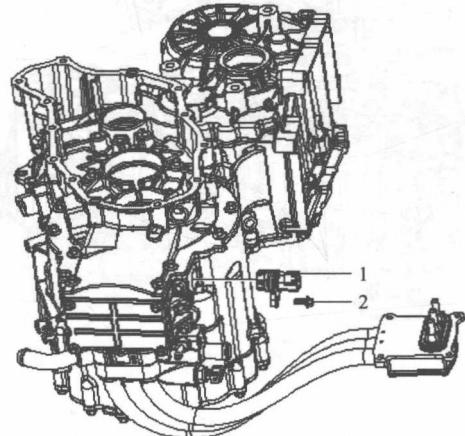
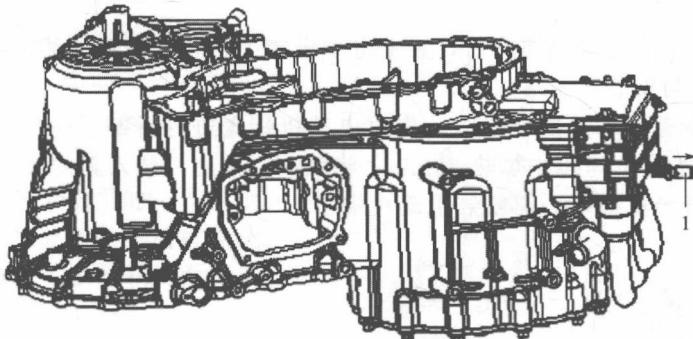

图 1-1-4
图 1-1-5
(1) 旋变/温感接插件拆卸
① 用扳手将 M6×16 六角法兰面螺栓 2 拆下 (图 1-1-4)。
② 将旋变/温感接插件 1 取出来，用斜口钳将旋变接插件中间部分取下。
③ 取新的旋变/温感接插件，连上旋变/温感引线端插件，在旋变接插件密封圈处涂上一层油脂。再将旋变/温感接插件插入后箱体配合孔内。最后安装 M6×16 六角法兰面螺栓 2，力矩为 12N·m。
(2) 通气阀拆卸
① 用活动扳手将通气阀 1 拆下 (图 1-1-5)。
② 取新的通气阀，涂上一层密封胶，再用活动扳手将通气阀装到后箱体上。